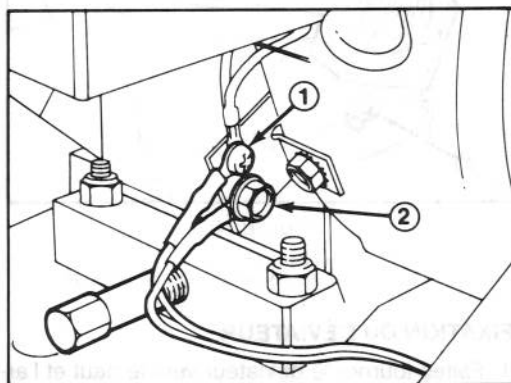

Figure 8
1. Enlevez la vis à tête Phillips, et le fil, du support du moteur, installez le fil à trou de plus petit diamètre et fixez de nouveau au support du moteur (Fig. 8).
2. Introduisez la vis à tête à collerette par le grand trou dans le fil restant, et installez dans le trou inférieur dans le support du moteur (Fig. 8).